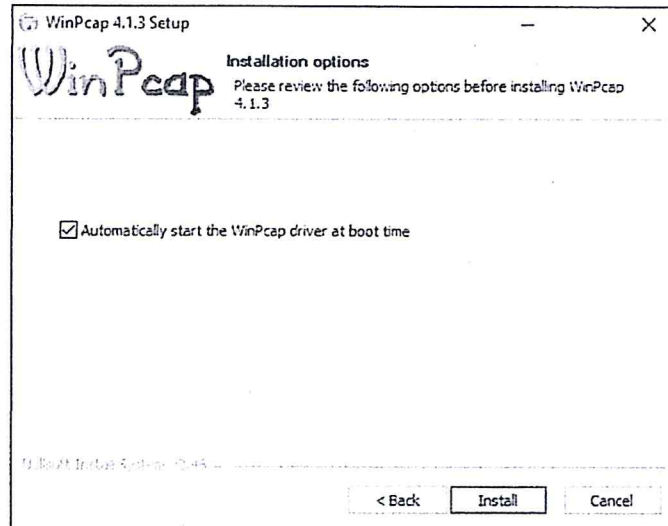

Рисунок 27 – Окно выбора дополнительных опций
– после нажатия кнопки «I Agree» появится окно выбора дополнительных опций, в котором необходимо установить чек-бокс в строке «Automatically start the WinPcap driver at boot time» и нажать кнопку «Install» (рисунок 27);